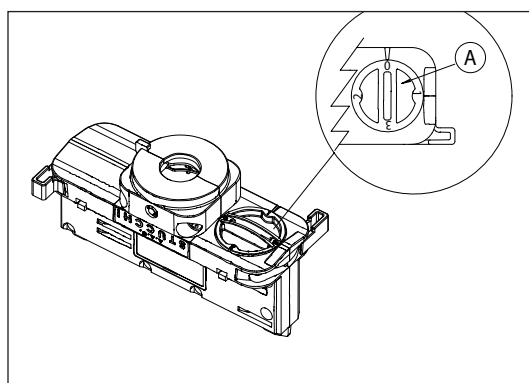

图5 相位选择器
将导轨连接至三相系统时，可通过适配器的适当选择器 (A) 选择相位 (L1、L2或L3)，来为系统的单光源供电 (图5)。